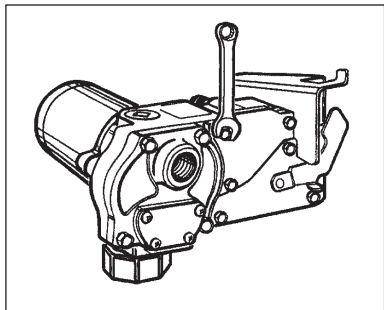

Figura 10
- Remova a placa de cobertura elétrica do compartimento da bomba. (Figura 10) Avalie a condição da junta. Substitua conforme necessário.